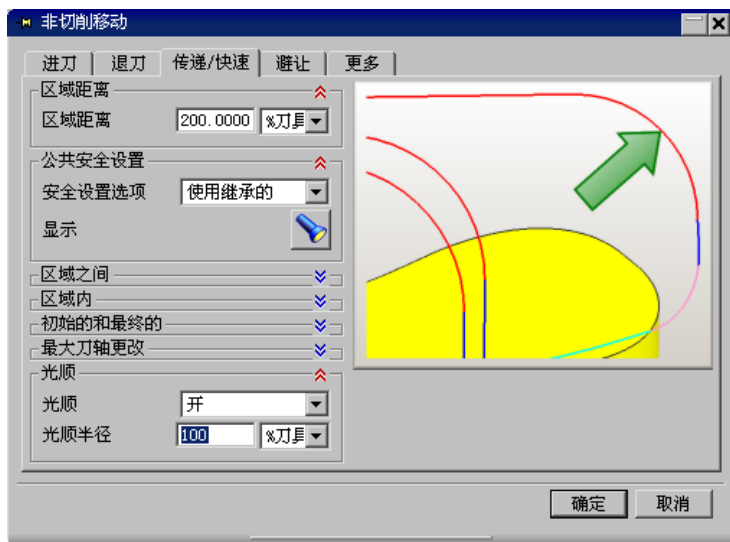

图 5.3.12 “传递/快速”选项卡
Step2. 单击“非切削运动”对话框中的 **传递/快速** 选项卡，设置图 5.3.12 所示的参数，完